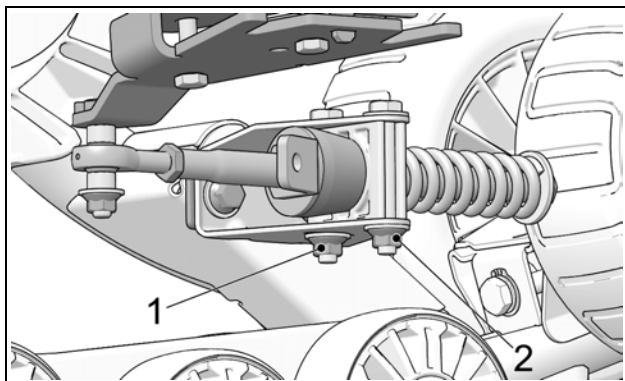

Figure 9
- Resserrer les écrous (1) et (2) de l'ancrage antirotation à 50 N•m [37 lb•pi]. Figure 9.